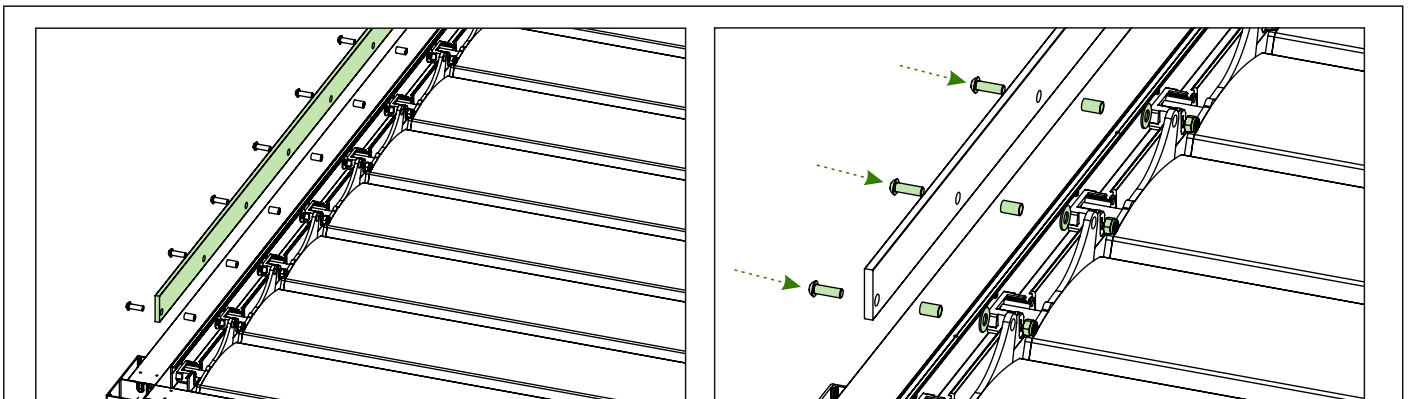

Abb. 18
7.2. Befestigen Sie das Verbindungselement mit den Lamellen-Verbindungsschrauben an den dafür vorgesehenen Öffnungen an der Lamellenkappe. Siehe Abb. 18.